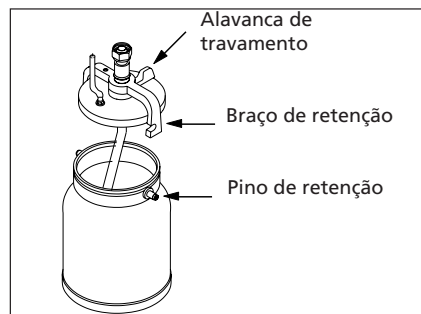

Figura 9 - Travando o recipiente
- Mova a alavanca de travamento no sentido horário para a posição travada (veja a Figura 9).